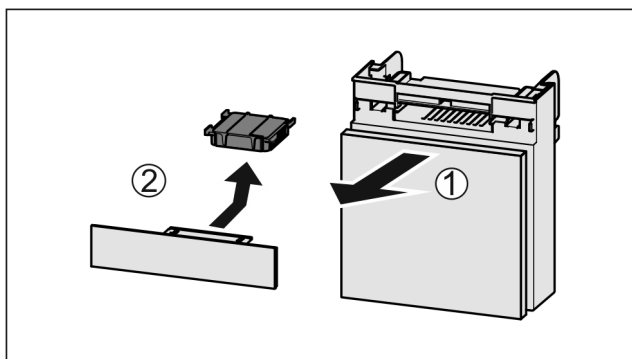

Fig. 175
- Extraire le compartiment par l'avant Fig. 175 (1).
- Sortir le filtre à charbon actif Fig. 175 (2).